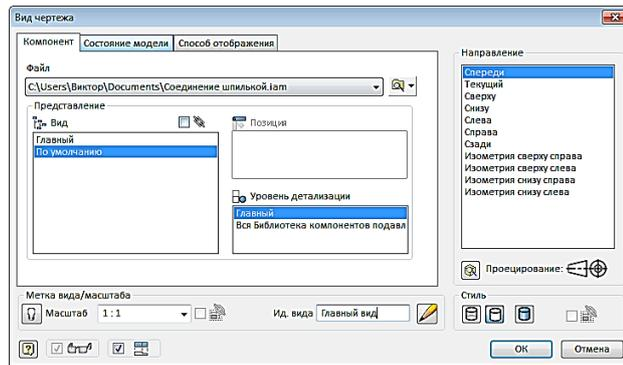

Рис. 4.34. Окно «Вид чертежа»
2. В закладке «Размещение видов» щелкните на кнопке . Появится диалоговое окно «Вид чертежа». Нажмите на кнопку  и в окне поиска выберите файл «Соединение шпилькой». Установите нужные параметры чертежа (рис. 4.34). Поле «Стиль» установите «Без невидимых линий» .